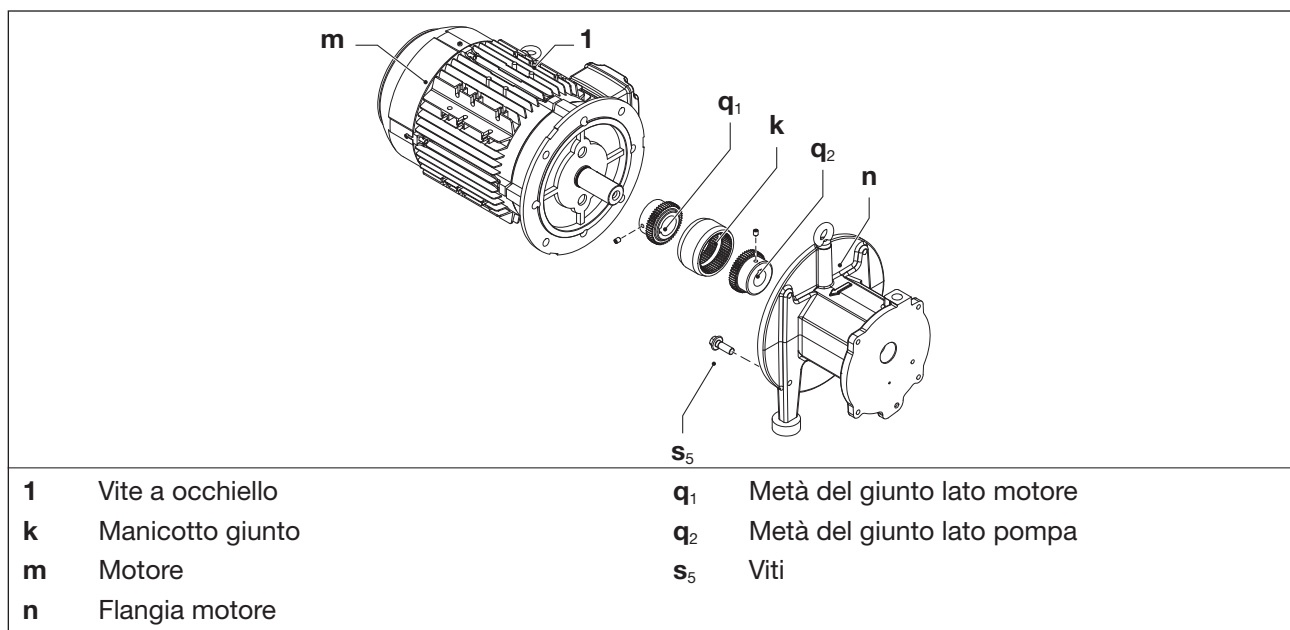

Fig. 10 Giunto
Il manicotto del giunto (Fig. 10/k) è soggetto a usura e deve essere controllato regolarmente (almeno 1 x anno).
- a) Per verificare il giunto, spegnere il motore (Fig. 10/m) e assicurarlo contro riavviamento.
- b) Serrare saldamente la vite a occhiello sul motore (Fig. 10/1).
- d) Allentare le viti (Fig. 10/s₅) della flangia motore (Fig. 10/n).
- e) Rimuovere il motore e la metà del giunto lato motore (Fig. 10/q₁) dalla flangia (Fig. 10/n) in senso assiale e sollevarlo con sollevatore.
- f) Controllare che il manicotto (Fig. 10/k) non sia danneggiato e non sia usurato e, se necessario, sostituirlo.
- g) Far scorrere il manicotto e il motore con la metà del giunto lato motore in senso assiale e fissarlo alla flangia del motore (Fig. 10/s₅) con le viti (Fig. 10/n). Coppia: 90 Nm